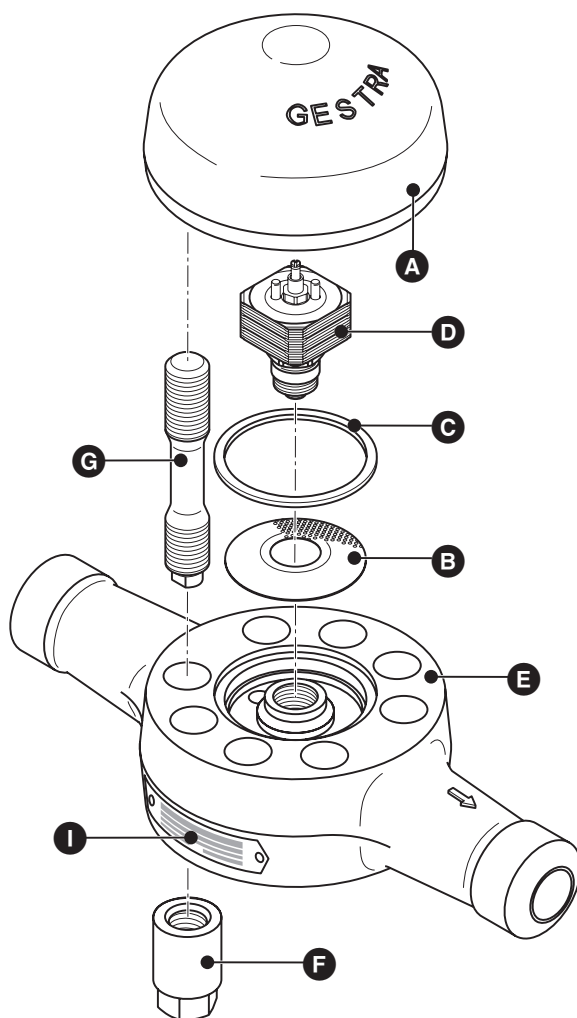
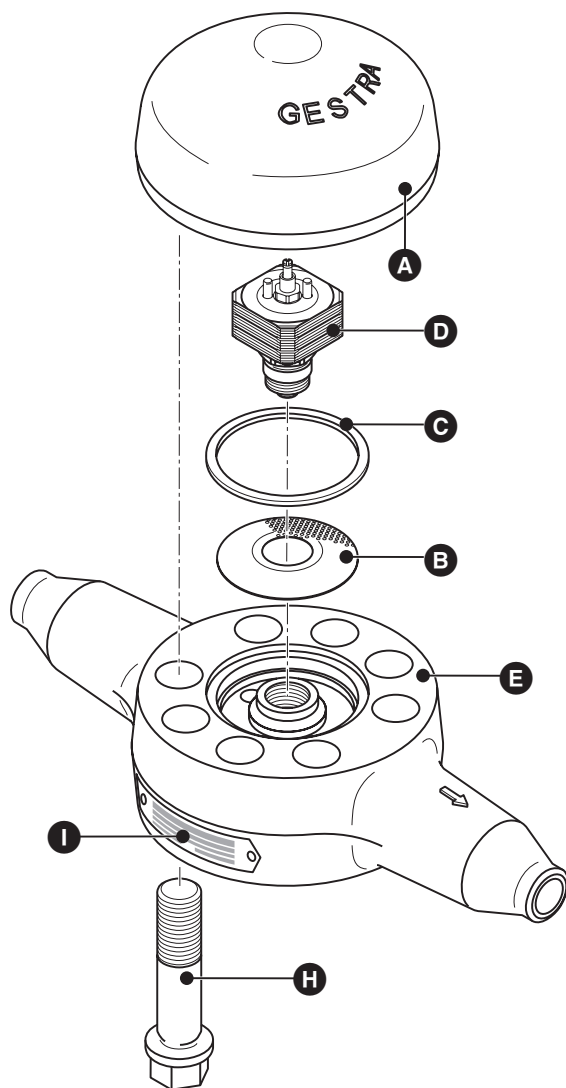

Fig. 2
Fig. 3
1. Kap **A** van behuizing **E** demonteren. **Fig. 2, Fig. 3**